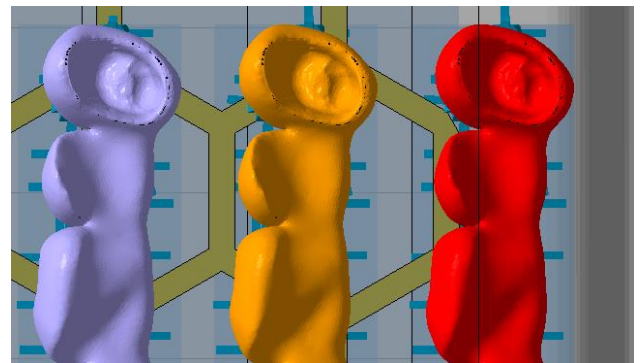

Abbildung 18: Teil (rechts; rot) außerhalb der Bauplattform
**Rot** markierte Teile befinden sich nicht vollständig auf der Bauplattform (Abbildung 18). Wird dies nicht behoben, so wird alles, was sich nicht auf der Plattform befindet, **nicht gedruckt** - der Rest wird nicht beeinflusst. Wenn zur vollständigen Positionierung des Teils auf der Plattform nicht genügend Platz vorhanden ist, können Sie versuchen, die anderen Teile **enger aneinander** zu rücken, um etwas Platz zu schaffen.